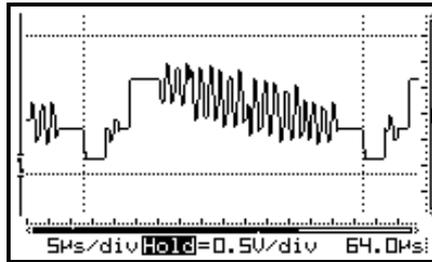

Fig 13
- **Markierungen:** Verschiebbare Markierungen für Messungen am Signal. (Abb. 13)